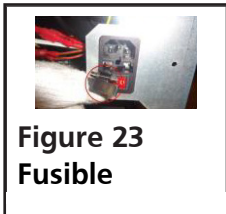

Figure 23
5. Fusible : Un élément fusible à l'arrière du dispositif protège contre les défauts et les risques d'électrocution. Voir Figure 23.